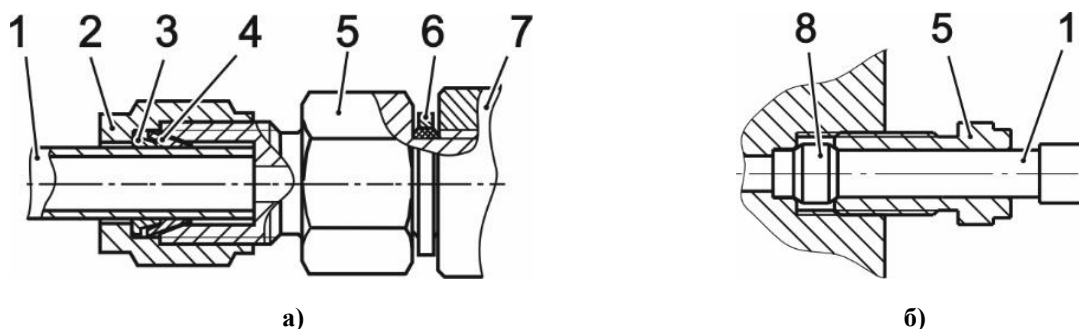

**Рис. 4.3.7 Соединения трубок высокого давления газа**
Уплотнительное кольцо 6 (рис. 4.3.7) в соединении фитинга газового трубопровода высокого давления к редуктору двигателя имеет одноразовое применение, поэтому его необходимо заменять на новое каждый раз при разборке узла.
2. Установить на трубопровод 1 высокого давления гайку 2 и два уплотнительных кольца: сначала узкое 3, затем широкое 4, в положении как указано на рис. 4.3.7.